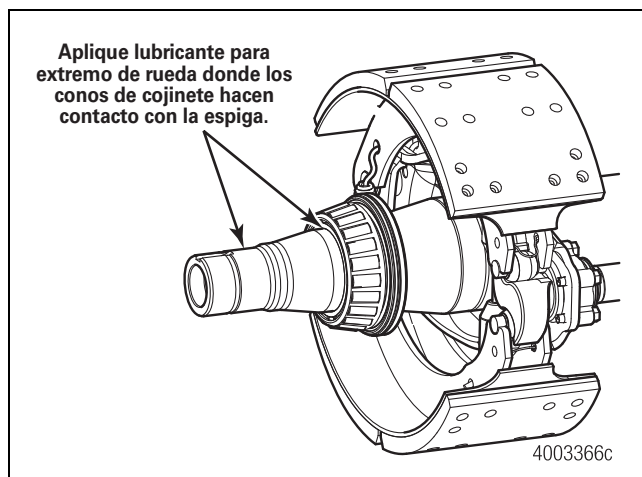

Figura 13.3
2. Aplique una capa ligera de lubricante para extremo de rueda en los muñones de cojinete de espiga del eje para ayudar a protegerlos del desgaste por corrosión. Figura 13.3.